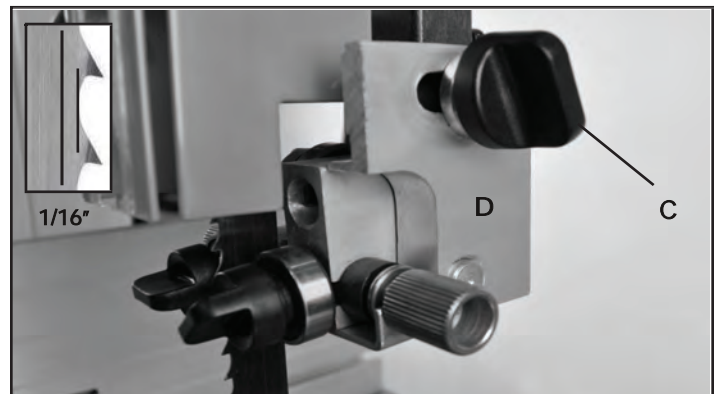
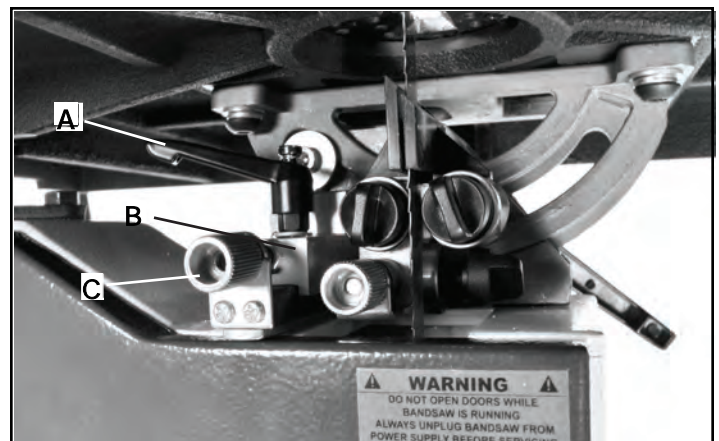

FIGURE 23
FIGURE 25
2. L'avant des guides doit être d'environ 1/16" derrière les gosiers de la lame de scie (Fig. 23, encart). Si elles doivent être déplacées vers l'avant ou vers l'arrière, desserrer le bouton de verrouillage (C, fig. 23) et Déplacer le bloc d'appui du guide supérieur (D) jusqu'à ce que les guides soient correctement positionnés derrière la lame gosier. Resserrer le bouton de verrouillage lorsque vous avez terminé.
1. Desserrez le support inférieur la poignée de blocage (A, La figure 25). Ensuite, déplacer la lame Guide Block (B, La figure 25) avec le bouton de micro-réglage (C, La figure 25) jusqu'à ce que les deux guides d'appui latéraux soient d'environ 1/16" derrière les creux de dent de la lame de scie à ruban. Voir la figure. 23, encart. Lorsqu'il est réglé, serrer la poignée de verrouillage (A).